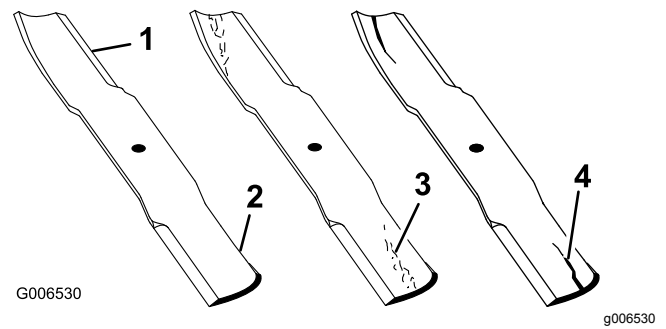

Figure 111
1. Examinez le tranchant des lames (Figure 111).
4. Remplacez immédiatement toute lame fendue, usée ou qui présente une entaille (Figure 111).